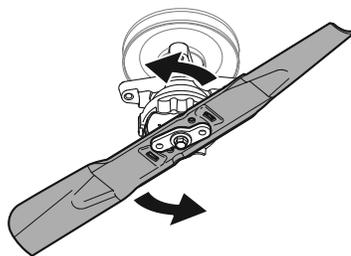

Figura 46
4. Mientras sostiene el collarín en la posición hacia arriba, rote la cuchilla en sentido contrario a las agujas del reloj para liberarla del collarín. Consulte la Figura 46.